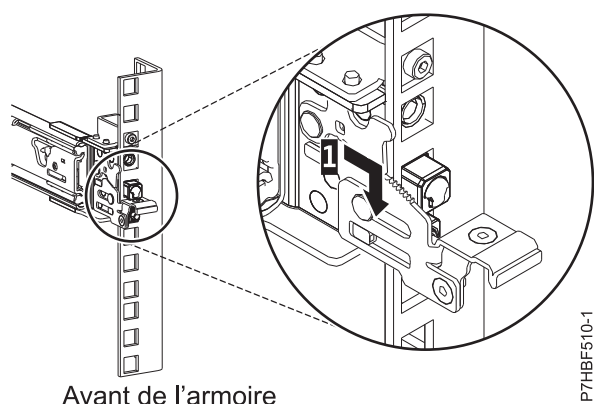

Figure 22. Broches installées sur la glissière avant de l'armoire
6. Tirez la glissière vers l'avant et insérez les trois broches à l'avant de la glissière dans les trous précédemment marqués de l'unité EIA sélectionnée. Abaissez la glissière **(1)** pour engager le crochet sur la broche du milieu. Pour plus de détails, voir figure 22.